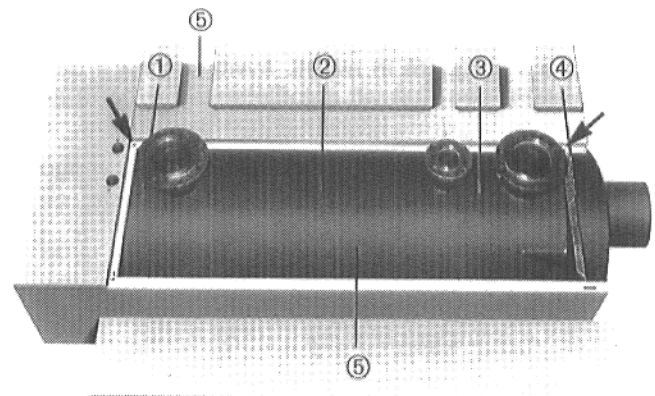

Fig. 16
Applicare le parti della copertura posteriore della caldaia ⑤ sulla sinistra e sulla destra ed avvitare ciascuna con una vite autofilettante nella traversa posteriore e nella piegatura della copertura anteriore della caldaia (Freccia Fig. 16). Inserire gli elementi di riempimento ①, ②, ③, ④ secondo la Fig. 16.